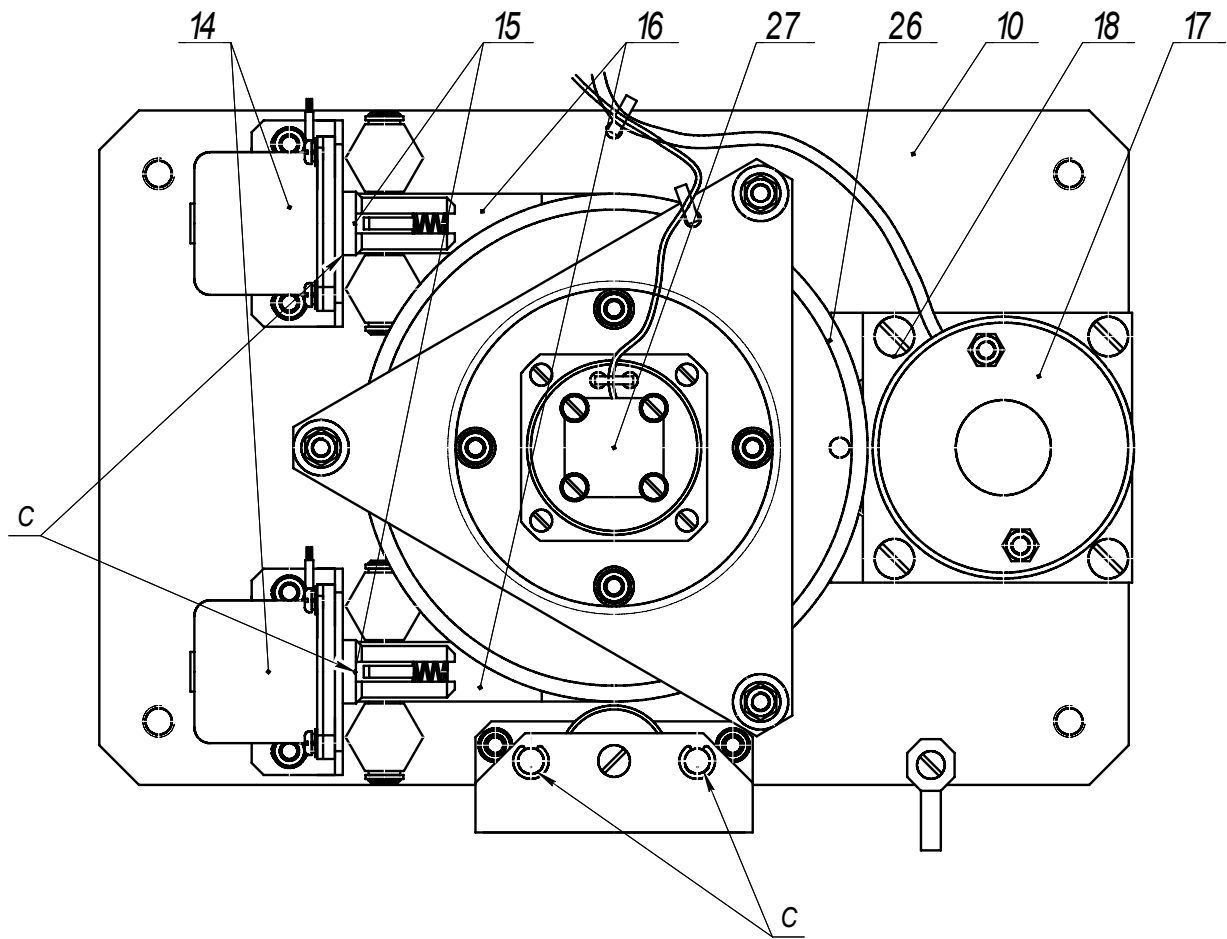

Рис.2.
5.2 Агрегат турникета ПТУ-1 (см. рис. 2) состоит из электродвигательного привода, механизма блокирования и устройства «Антипаника», установленных на общем основании (10). На выходном валу агрегата закреплен трипод, оснащенный тремя штангами, а также барабан (26) и датчик угла поворота (27).